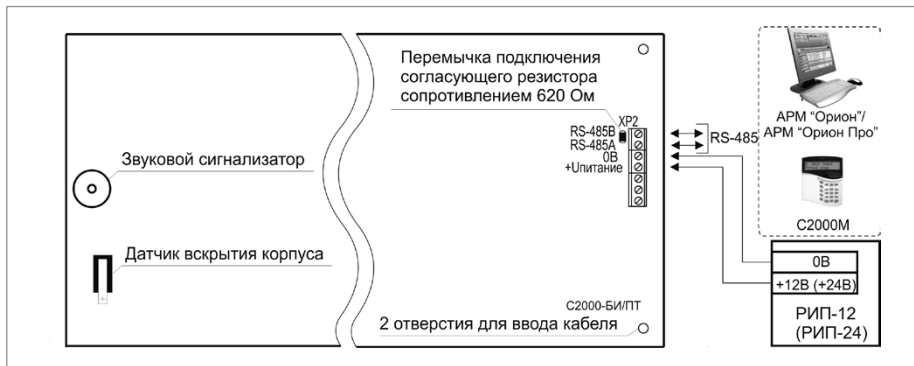

Рисунок 1. Схема внешних соединений блока «С2000-БИ SMD»
2. Подключение соединительных линий выполняйте в соответствии с проектной документацией и схемой на Рисунок 1.